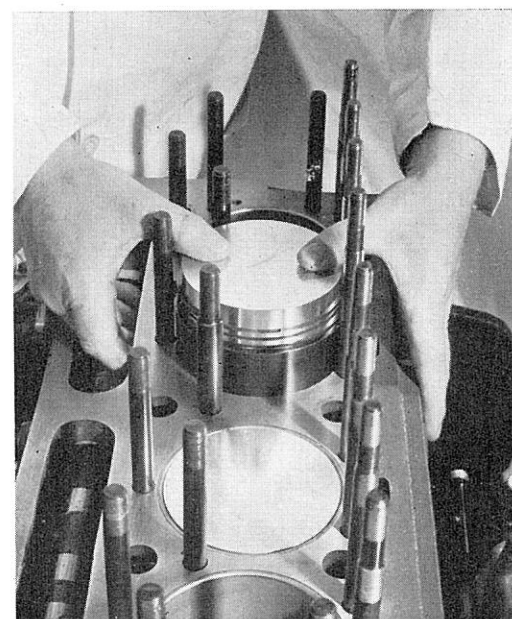

Fig. F3.
- Pousser le piston dans le fond du cylindre, à l'aide d'un collier-guide segments (Fig. F3).